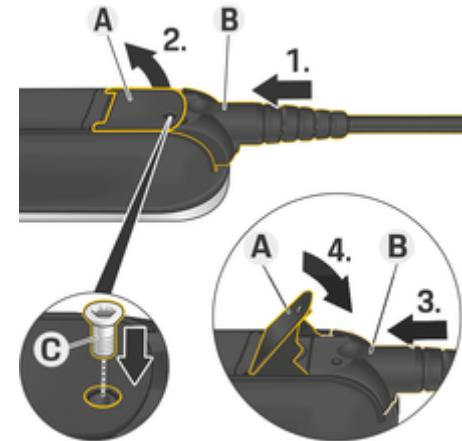

рис. 69: Закріплення кабелю та фіксація штекера
- ✓ Кришка **A** (рис. 69) закрита.
- 1. Вставте штекер **B** (рис. 69) до першого упору в панель керування.
- 5. Прикрутіть штекер **B** за допомогою гвинта **C** (рис. 69) до панелі керування.